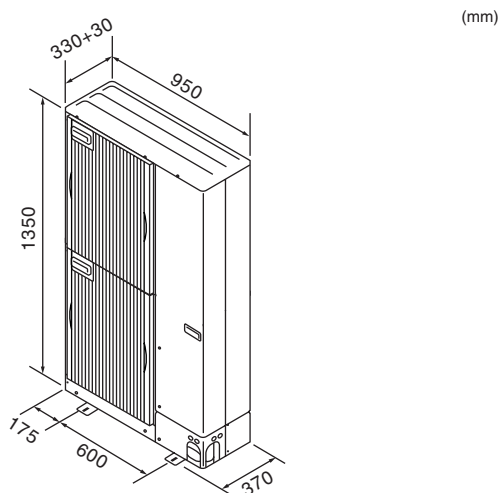

Fig. 2-1
2.3. Buitenafmetingen (Buitenapparaat) (Fig. 2-1)